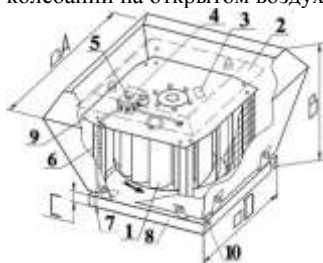

Рисунок 1
- проверить затяжку болтовых соединений, особое внимание обратить на крепление рабочего колеса, двигателя к пластине 9 и основанию 8 (см. рис.1);
5.1.7. Подключение питания электродвигателя производится согласно приведенным ниже схемам в распаечной коробке 5 (рис.1) при снятой крышке 2.
- б) проверка всех болтовых соединений конструкции, особенно крепления рабочего колеса с двигателем к пластине 9 (снять крышку (поз.2, рис.1));